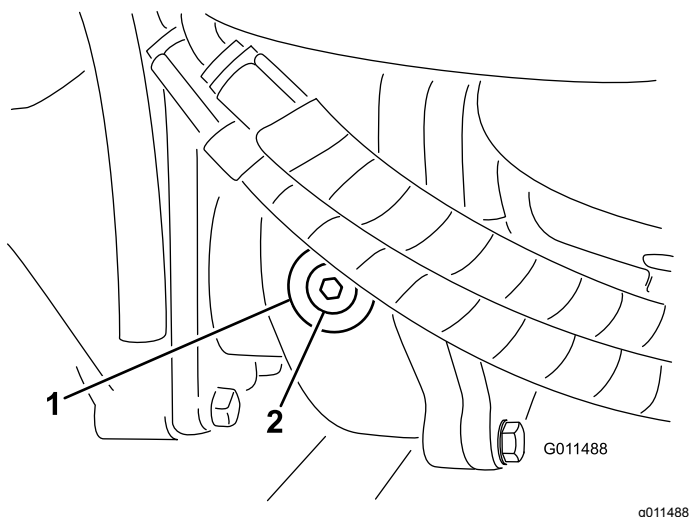

Figura 95
2. Togliete il tappo di controllo/riempimento dal lato sinistro del riduttore e verificate che il lubrificante raggiunga la base del foro (Figura 95).